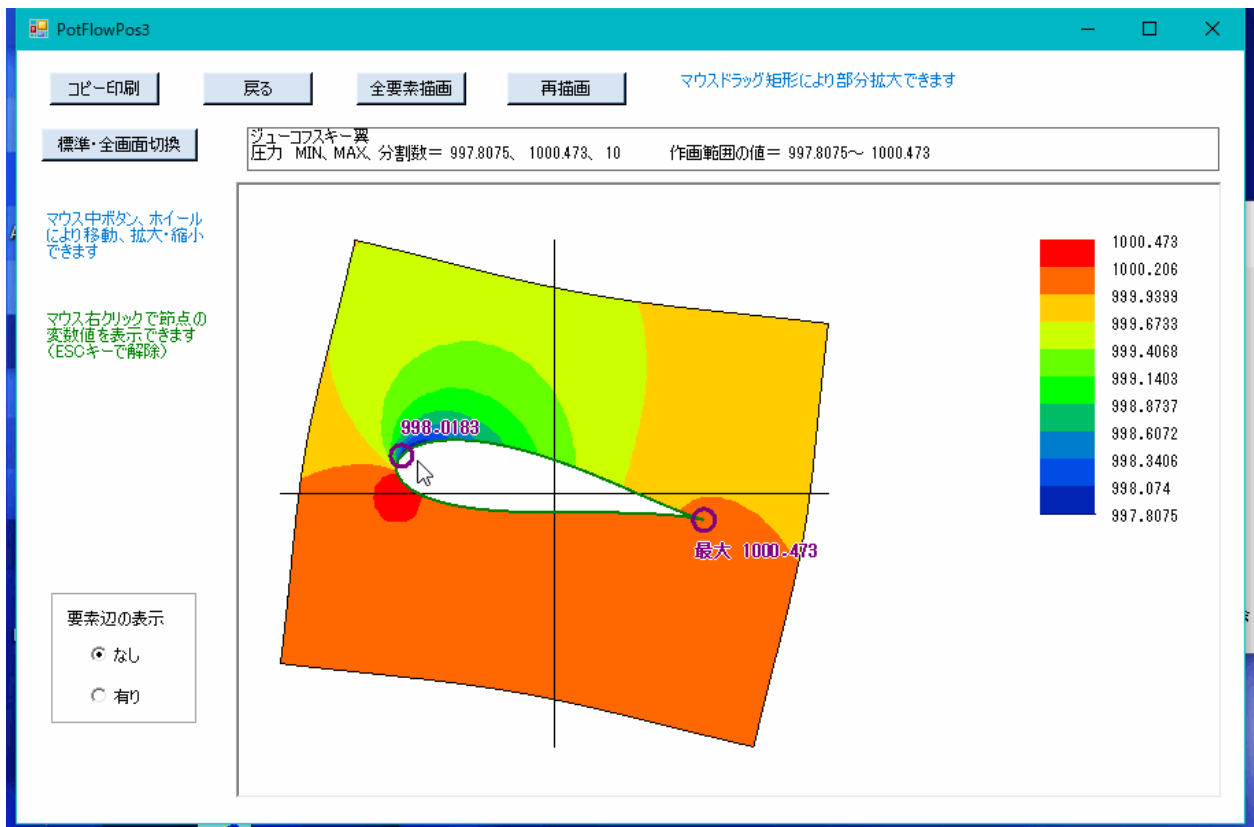

図7-13 圧力の等高線図（マウス右クリックの節点の変数値表示有り）
- ②本画面の左側の「要素辺の表示」は、「なし」か「有り」を選択できます。選択した後に「再描画」ボタンをクリックします。
- ③マウス右クリックで任意の節点を選択すると、図7-13のように同節点の変数値が表示されます。